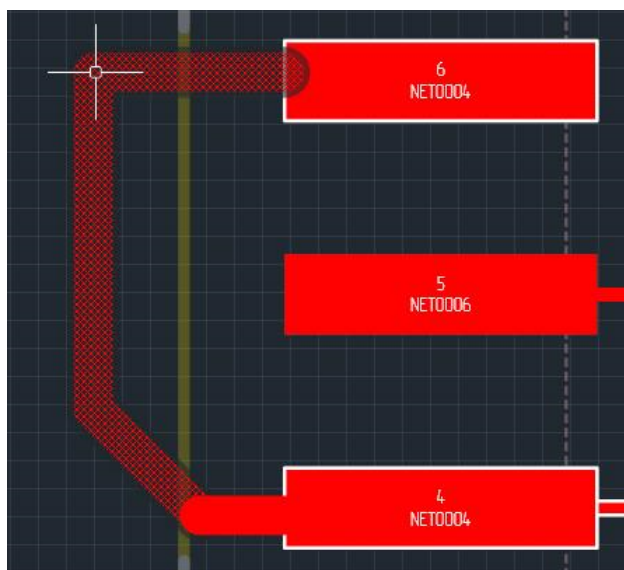

Рис. 262 Перемещение конечной точки сегмента
3. Нажмите левую кнопку мыши и, удерживая ее, переместите курсор. При этом выбранный сегмент и соседний с ним будут проложены заново, см. Рис. 262.